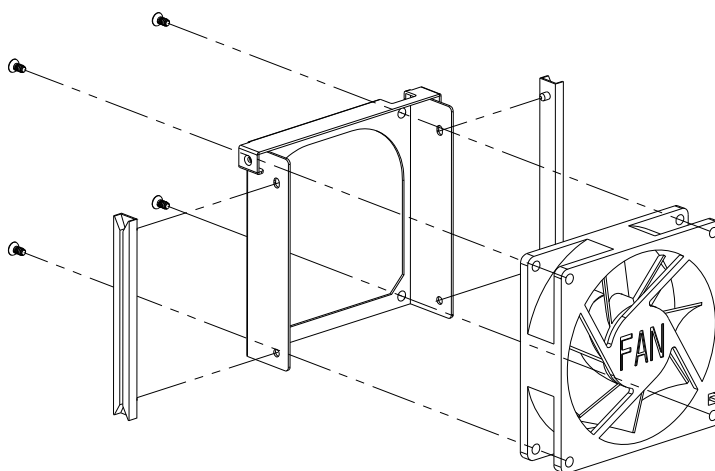

Figure 3.4 Replacing the cooling fan from fan bracket/ 从风扇支架上更换冷却风扇
4. Loose four screws on the fan bracket and replace it with a new fan (Figure 3.4).
4. 卸下风扇支架上的 4 个螺丝和风扇网罩上的 4 个螺丝，然后更换风扇，如图 3.4 所示。